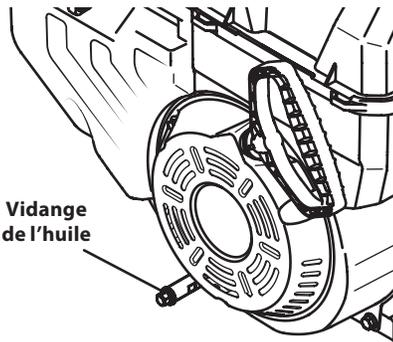

Figure 6-2
- Localisez le bouchon de vidange de l'huile s'il y en a un (voir la notice d'utilisation de l'équipement pour des instructions supplémentaires). Voir la Figure 6-2.
- Retirez le bouchon de vidange de l'huile. Voir la Fig. 6-2.